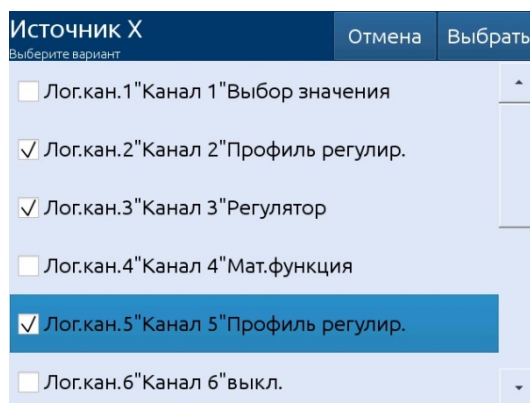

Рисунок 2.24
- редактор выбора нескольких вариантов из списка (см. рисунок 2.24).